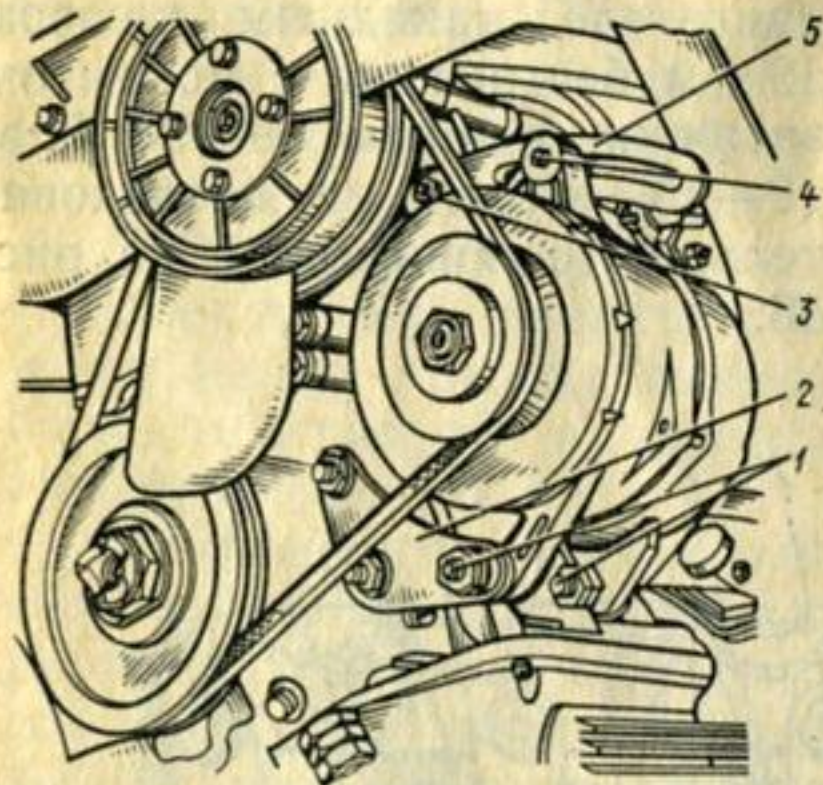
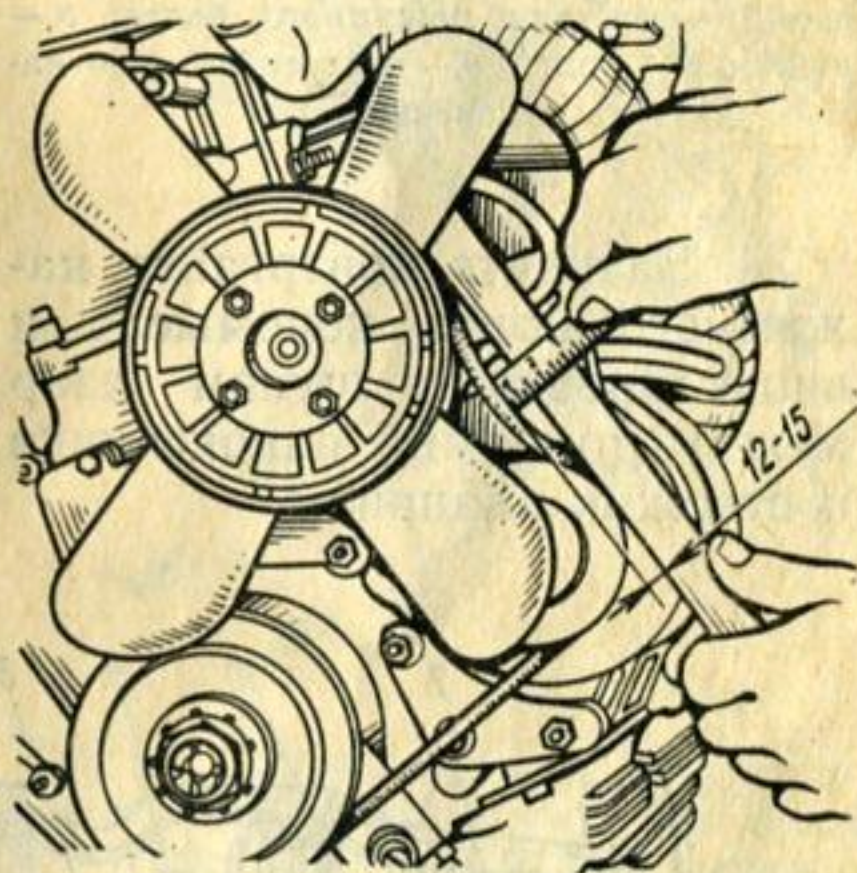

Рис. 48. Расположение генератора на двигателе:
Рис. 49. Проверка натяжения ремня привода вентилятора
**Проверка и регулировка натяжения ремня привода вентилятора.** Если натяжение ремня между шкивами водяного насоса и генератора нормальное, то его прогиб при нажатии с усилием 39—49 Н (4—5 кгс) должен быть равен 12—15 мм. Чтобы натянуть ремень, отпускают болт 4 (рис. 48), гайку 3, гайки и контргайки болтов 1. Затем перемещают генератор в направлении от блока цилиндров настолько, чтобы ремень можно было прогнуть на 12—15 мм, нажимая с усилием 39—49 Н (4—5 кгс) измерительной линейкой (рис. 49). В этом положе-
нии генератора затягивают болт 4 (см. рис. 48) и снова проверяют натяжение ремня. Если регулировка не нарушилась, окончательно затягивают гайки и контргайки болтов 1, а затем гайку 3.